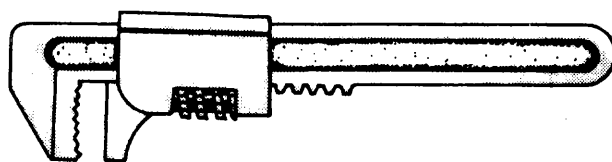

Fig. 10
- a) Llave inglesa tipo recto (fig. 10).